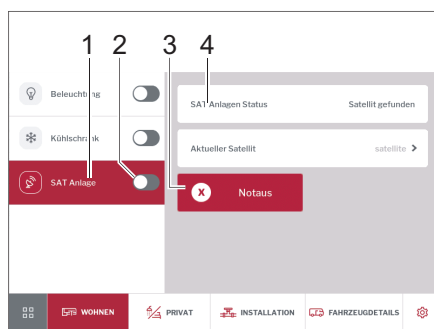

Fig. 262 Impianto satellitare
- Accendere o spegnere (Fig. 262,2) l'impianto satellitare con l'interruttore a scorrimento.
- Digitare il pulsante *Impianto SAT* (Fig. 262,1).
Il satellite selezionato viene visualizzato (Fig. 262,4).
- Digitare il pulsante *Arresto di emergenza* (Fig. 262,3), se l'impianto incontra una resistenza.